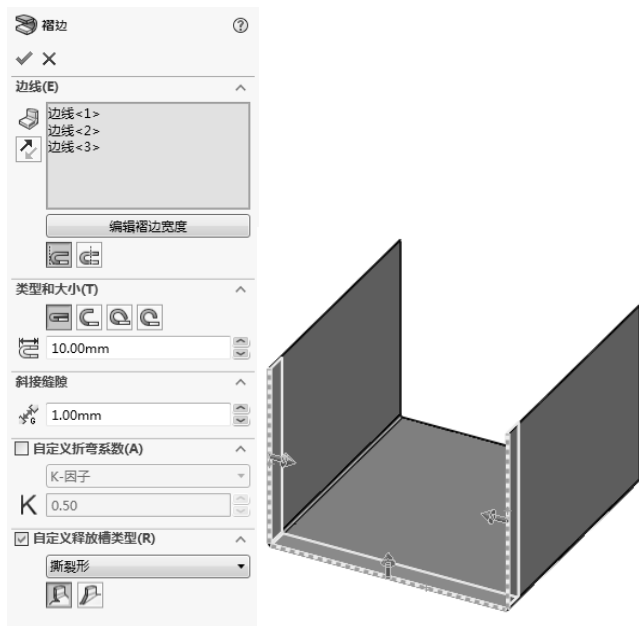

图 10-149 生成褶边特征操作
4) 生成褶边特征。单击“钣金”控制面板中的 (褶边) 按钮，或选择“插入”→“钣金”→“褶边”菜单命令，在“褶边”属性管理器中单击 (材料在内) 按钮，在“类型和大小”选项组中单击 (闭合) 按钮，其他设置如图 10-149 所示。单击鼠标拾取图 10-149 所示的三条边线，生成褶边特征。最后单击 (确定) 按钮。